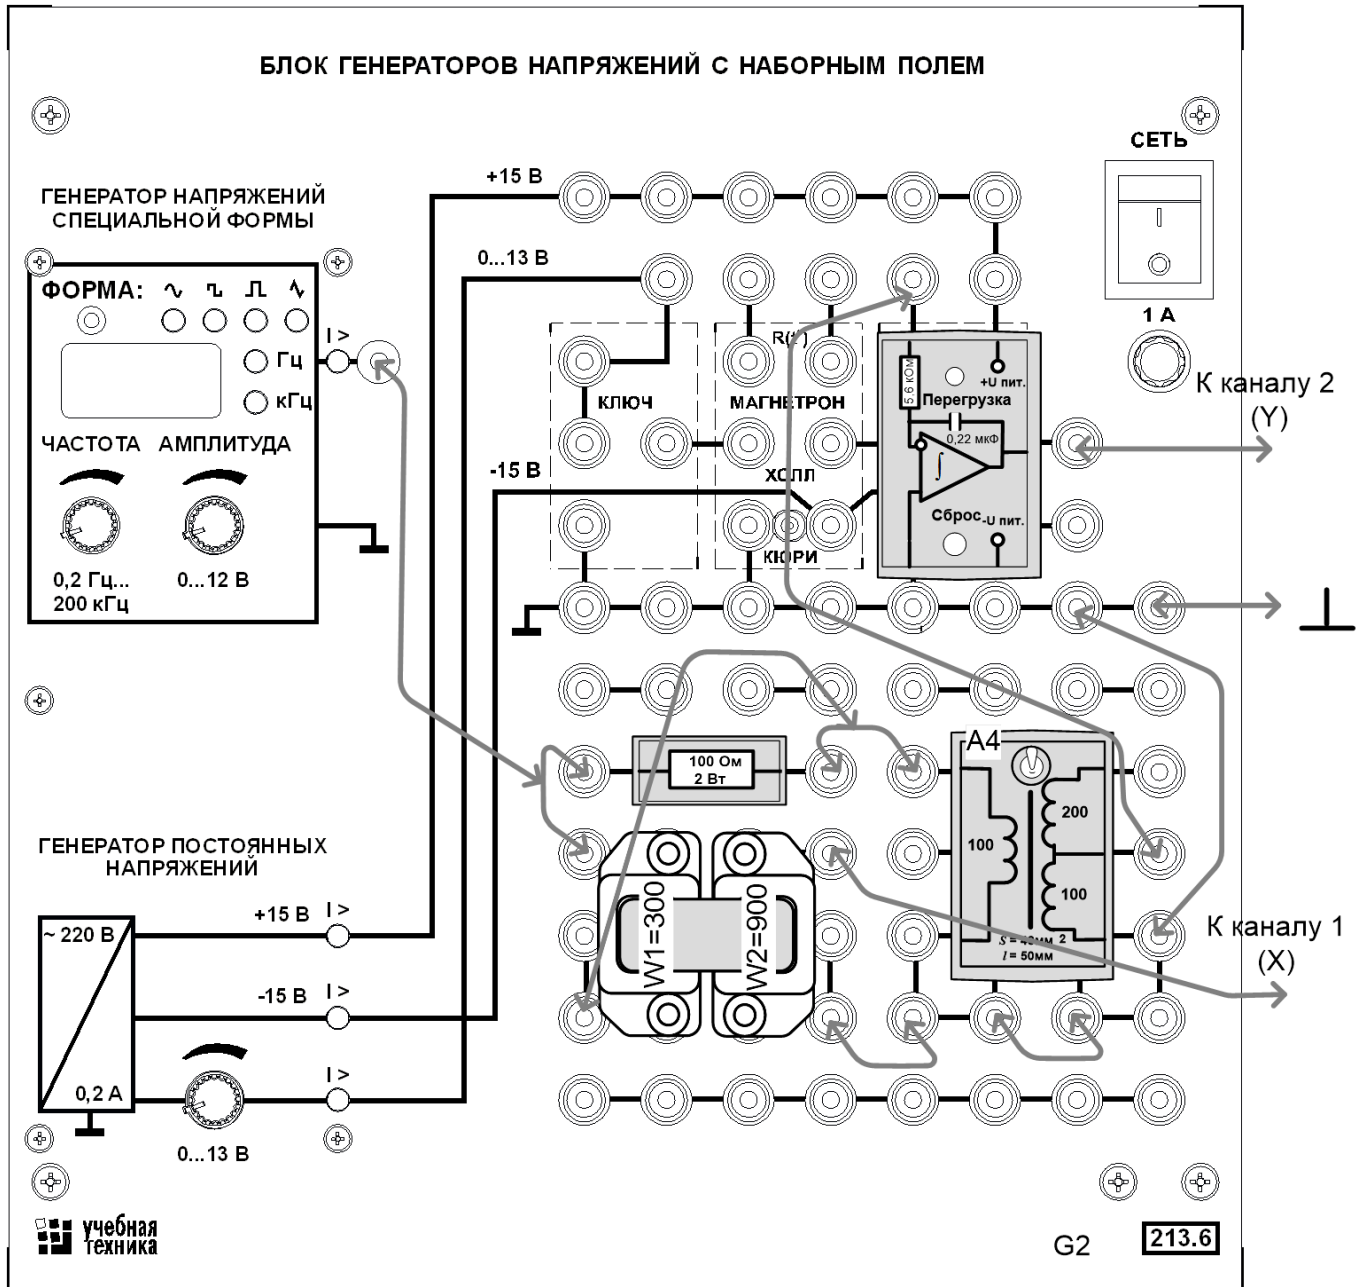

Рис. 5.2. Монтажная схема для снятия петли гистерезиса
Напряжение с шунта 100 Ом через трансформатор гальванической развязки Т1 подаётся на горизонтальный вход осциллографа, а напряжение  $u_{\text{вых}}$  с выхода интегратора подаётся на вертикальный вход. Поскольку первое пропорционально напряжённости магнитного поля, а второе - магнитной индукции, экране осциллографа отображается в определённом масштабе зависимость  $B(H)$ . Цепь собирается на наборном поле блока генераторов напряжений как показано на монтажной схеме (рис.5.2). Причём, интегратор устанавливается в наборную панель точно на отведённое для него место. Тогда к нему автоматически подводятся напряжения питания «+» и «-» 15В.
- Соедините аппаратуру в соответствии со схемой электрической соединений (рис. 5.2). При подключении осциллографа аттенюаторы пробников-делителей установите в положение  $\square 1$ . Для подключения пробников-делителей к цепи используйте подпружиненные щипцы из комплекта аксессуаров.
- Включите устройство защитного отключения и автоматический выключатель в однофазном источнике питания G1 (218).